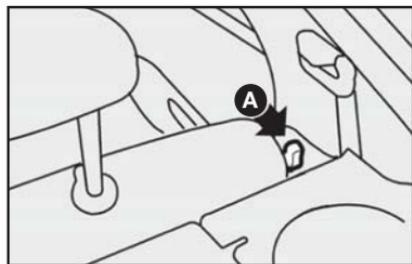

fig. 68
**3**) Desengatar o encosto, movendo as alavancas laterais **A-fig. 68** no sentido da seta.